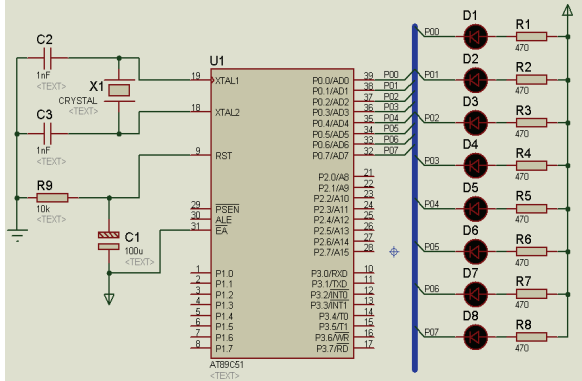

图 1.27 单片机电路设计实例
**【例 1.2】**下面以一个简单的实例来展示 Proteus 的原理图绘制与仿真过程。单片机电路设计如图 1.27 所示。电路的核心是单片机 AT89C51。单片机的 P0 口 8 个引脚接 D1~D8 的引脚上，电阻 R1~R8 起限流作用，总线使电路图变得简洁。